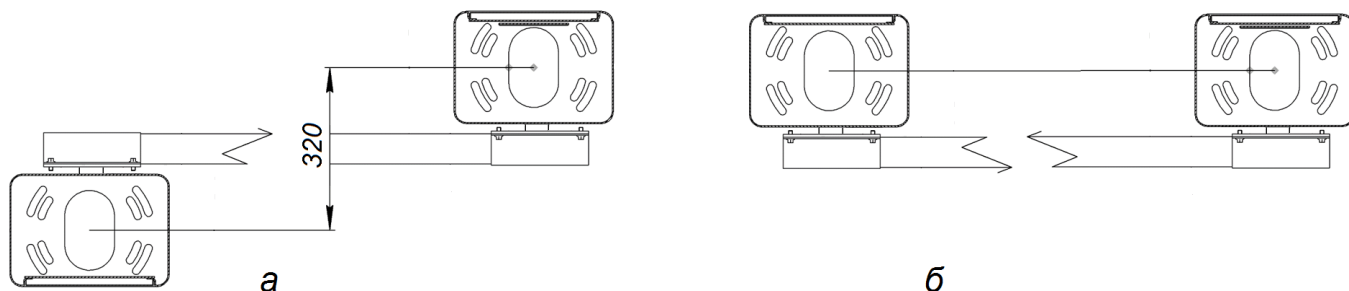

Рисунок 3
- а). Тумбу шлагбаума надо развернуть вокруг оси на 180° (см. Рисунок 3)